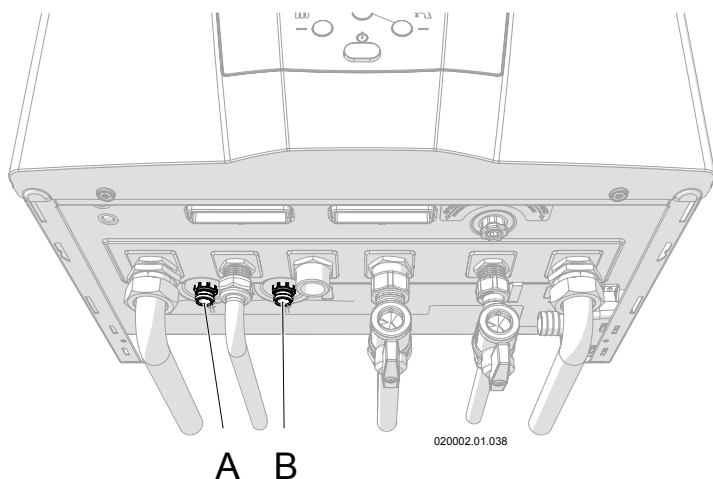

Figura 8-18 - Rubinetti di scarico circuito riscaldamento
- 5.- collegare ai rubinetti di scarico "A" e "B" (vedi figura 8-18) un tubo flessibile di gomma e convogliarlo nello scarico di un lavello o simile;
- 8.- una volta evacuata tutta l'acqua richiudere gli sfiati degli elementi riscaldanti ed i rubinetti di scarico "A" e "B" di figura 8-18.